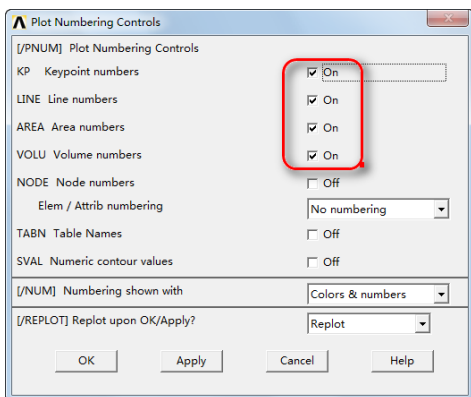
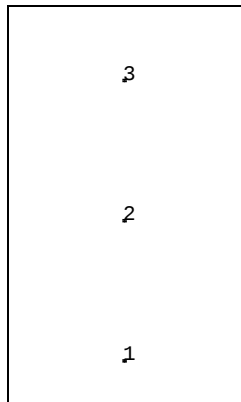

图 14-22 窗口显示控制对话框
图 14-23 窗口节点显示
⑪选择菜单路径: Utility Menu > PlotCtrls > Window Controls > Window Options, 弹出对话框, 在“[/TRIAD] Location of triad”下拉列表中选择“AT top left”, 单击“OK”按钮关闭该对话框。窗口显示控制对话框设置如图 14-22 所示, 此时屏幕显示如图 14-23 所示。